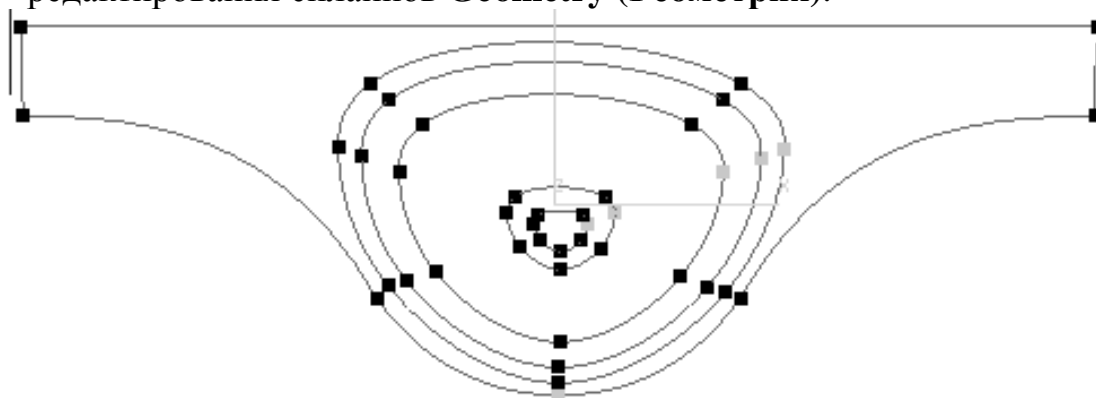

Рис. 8.4. Сплайны, выступающие в роли поперечных сечений
1. В окне проекции **Top (Сверху)** постройте сплайны, аналогичные представленным на рис. 8.4. Присоедините созданные сплайны в единый объект, используя команду **Attach (Присоединить)** в свитке редактирования сплайнов **Geometry (Геометрия)**.